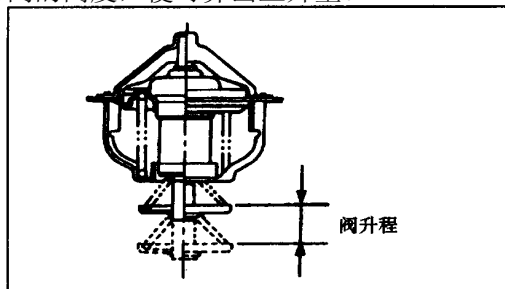

图 8-5
- (2) 使水温上升到全开温度时，检查阀的上升量是否为标准值(见图8-5)。标准值：95℃，上升量：8.5mm以上